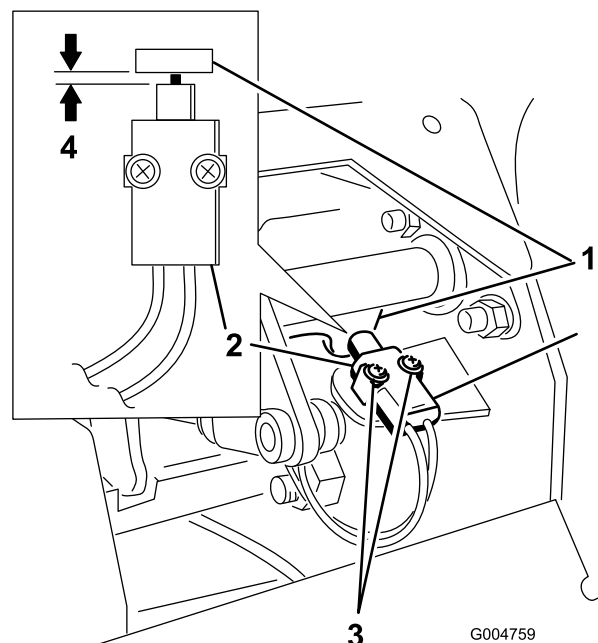

Figure 56
4. Rapprochez le contacteur de la languette sur l'axe de frein, jusqu'à ce qu'ils soient espacés de 0,4 à 1 mm (Figure 56).